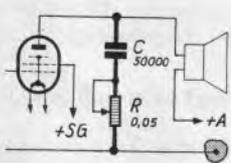

Abb. 1. Die übliche Schaltung des Klangreglers.
2. Die Empfangsgleichrichtung könnte durch die Regelspannung auch bei Verwendung einer nicht verzögerten Regelspannungserzeugung gestört werden. Um das einzusehen, nehmen wir einmal an, die Empfangsgleichrichtung und die Regelspannungserzeugung würden mit Hilfe einer einzigen Zweipolstrecke durchgeführt. Dabei werde die vorher sehr kräftige Hochfrequenzspannung plötzlich weitgehend geschwächt. Die kräftige Hochfrequenzspannung hatte eine hohe Regelspannung zur Folge. Der Beruhigungskondensator (Abb. 1 links unten) ist auf den Wert dieser Spannung aufgeladen. Sobald die Hochfrequenzspannung abnimmt, entlädt sich der Beruhigungskondensator nach und nach über den Beruhigungswiderstand und den Widerstand R bis auf die Spannung, die dem nun geringeren Wert der Hochfrequenzspannung entspricht. Während diese Entladung stattfindet, tritt an dem Widerstand R ein entsprechender Spannungsabfall auf, der der
Abb. 1. Die gleichzeitige Verwendung einer Zweipol-Röhre zur Regelspannungserzeugung und Empfangsgleichrichtung ist ungünstig, weil hierbei in dem Widerstand (R) eine für die Empfangsgleichrichtung schädliche Vorspannung zustande kommen kann.
Gewöhnlich schaltet man einen Klangfarbenregler so, wie es Abb. 1 wiedergibt; an die Anode der Endröhre wird ein Festkondensator von etwa 50000 cm (es können auch 0,1 µF fein) gelegt,
Links Abb. 1. Der einfachste Empfangsvoratz besteht aus einem Abstimmkreis und einem Zweipolgleichrichter.
Wohl am nächsten liegend wäre eine Lösung nach Abb. 1: Ein auf unseren Ortsfender abgestimmter Kreis hängt über eine ge-
Warum wir diese Schaltung nicht allgemein empfehlen wollen, zeigt Abb. 2, in der wir eine dynamische Kennlinie unseres Empfangsgleichrichters finden. Wir sehen, daß trotz Verwendung einer Zweipolröhre, die gern als „linearer“ Gleichrichter bezeichnet wird, die Kennlinie im Bereich kleiner Spannungen bis zu etwa 0,6 Volt (Scheitel) erheblich gekrümmt ist, was bei der Gleichrichtung einen Klirrfaktor von 10—20% bedeuten würde, wenn wir in diesem nichtlinearen Gebiet der Kennlinie arbeiten. Diese Gefahr besteht aber bei der einfachen Anordnung nach Abb. 1 immer, weil die Eingangsspannungen ja nicht verstärkt und daher nur unter günstigen Empfangsverhältnissen so groß sein werden, wie es zu einer verzerrungsfreien Gleichrichtung notwendig ist.